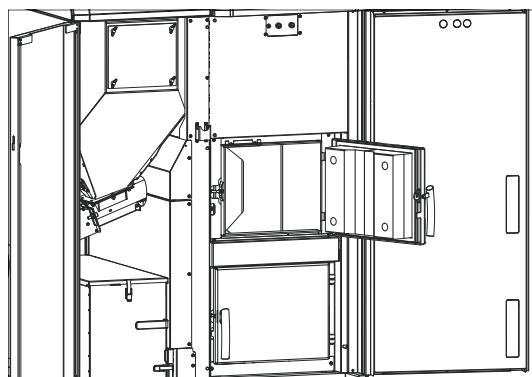

Fig.36 Aprire la porta di contenimento e lo sportello della camera di combustione
▶ Aprire la porta di contenimento e lo sportello della camera di combustione – Fig. 36 – vedere anche punto 8 alla pagina 11.